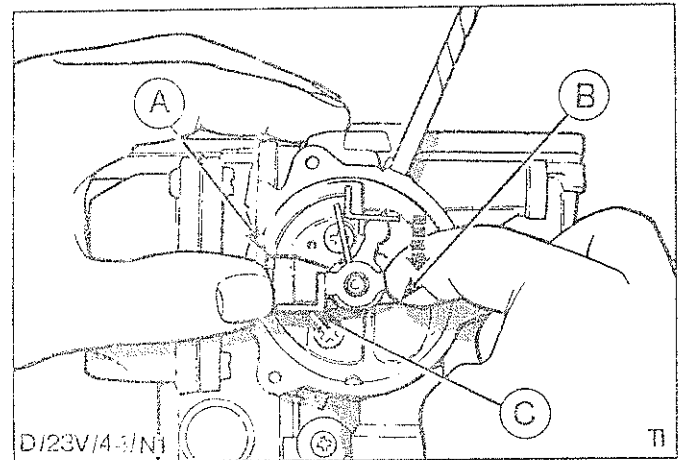

Abb.67 Einstellung überhöhte Leerlaufdrehzahl
e) Zur Einstellung des Unterdruckkolbenhebels "C" in Abb.67, diesen so weit verbiegen, bis Mitnehmerhebel - Bimetallfeder "A" gerade berührt wird.